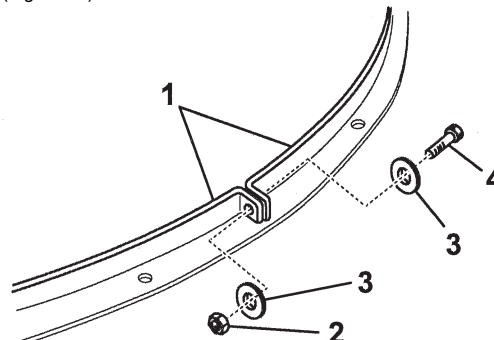

Figure 20
9. Retirez le boulon, la rondelle et l'écrou qui rapprochent les extrémités des 2 bandes (Figure 20).
8. Retirez le boulon, la rondelle et l'écrou qui rapprochent les extrémités des 2 bandes (Figure 20).
14. Rapprochez les extrémités des 2 bandes qui entourent l'éjecteur, comme illustré (Figure 20).
15. Alignez les trous à l'extrémité des bandes et fixez les deux bandes ensemble à l'aide du boulon, de la rondelle et de l'écrou retirés précédemment (Figure 20).